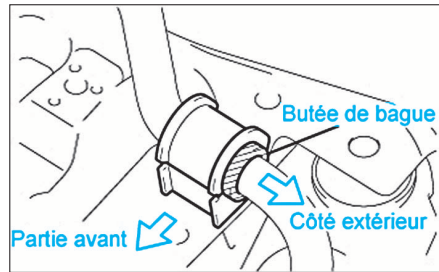

FIG. 21
- reposer la bague du côté intérieur de la butée sur la barre stabilisatrice (Fig.21).